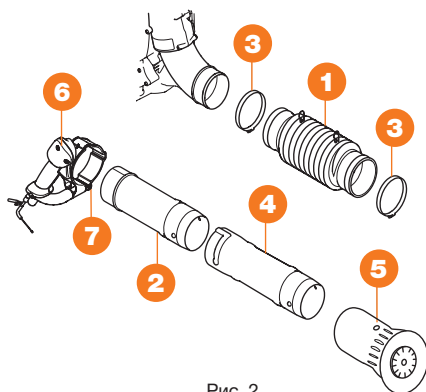

Рис. 2
- Закрепите оба конца гибкого шланга при помощи хомутов. Используйте прилагаемое крепёжное оборудование (Рис. 2).